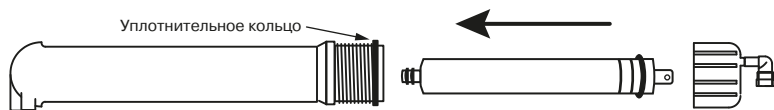

Рис. 15
1. Установите префильтр(ы). Первый префильтр (маркировка на колбе PREFILTER) уже установлен во всех моделях. В во вторую колбу (маркировка CARBON) установите угольный картридж. В третью ступень (SEDIMENT) установите механический префильтр. Картриджи, соответствующие ступеням очистки для каждой модели фильтров, перечислены в таблице на стр. 18. Для установки картриджа необходимо раскрутить колбу при помощи ключа (10). Аккуратно снимите защитную пленку с картриджа и установите его в колбу. Обратите внимание на маркировку "THIS END NEXT TO VESSEL THREADS" на верхней крышке картриджа или на указания на этикетке. Закрутите колбу вручную, без применения ключа, не прикладывая чрезмерных усилий.
2. Установите мембрану. Для этого отсоедините трубку (H) от быстроразъемного коннектора крышки мембраны. Откройте крышку колбы мембраны (маркировка MEMBRANE). Смажьте силиконовой смазкой резиновые уплотнения мембраны. Установите мембрану в корпус согласно **рис. 15**. Смажьте силиконовой смазкой уплотнение крышки колбы мембраны и аккуратно установите его на колбу. Закрутите крышку колбы мембраны и пристыкуйте трубку (H). Следите, чтобы уплотнительное кольцо крышки колбы было установлено на колбе без перекосов.